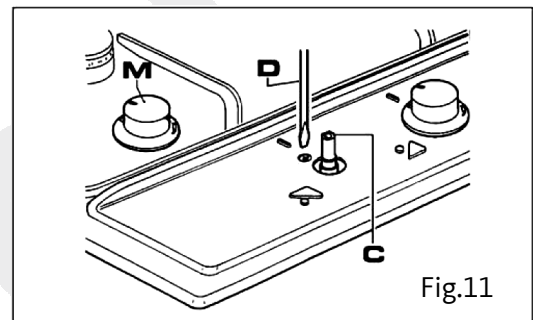

Fig.11
- Otez le bouton (M) (fig. 11) du robinet fixé par une simple pression sur la tige de ce dernier puis, ôtez le joint afin de pouvoir accéder aux vis de réglage sur le coté du robinet.
- A l'aide d'un tournevis très fin (C) (fig. 11) tournez vers la droite ou vers la gauche la vis de réglage jusqu'à ce que la flamme du brûleur soit correctement réglée au "Minimum".